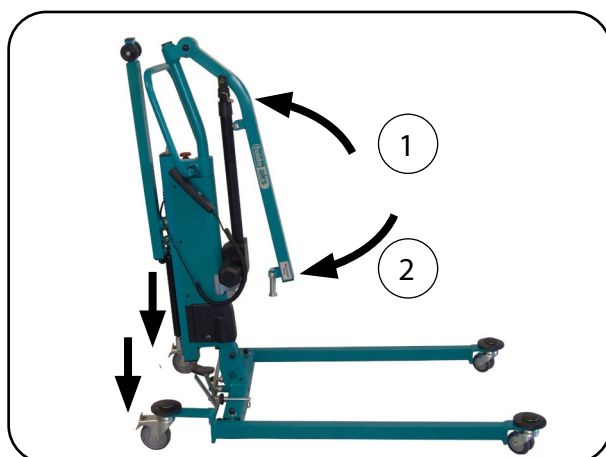

Abb.13.2.03 – Hubantrieb und Hebearm schwenken
1. Bremsen Sie die beiden hinteren Laufrollen an der Bedienerseite, durch Betätigung des Tritthebels (Abb. 13.2.03); siehe Kapitel Bedienung Abschnitt **Laufrollen**.
3. Schwenken Sie zuerst den Hubantrieb und anschließend den Hebearm zum Standmast. Fixieren Sie den Hubantrieb und den Hebearm mit Kabelbinder oder Klettband am Standmast (Abb. 13.2.03).